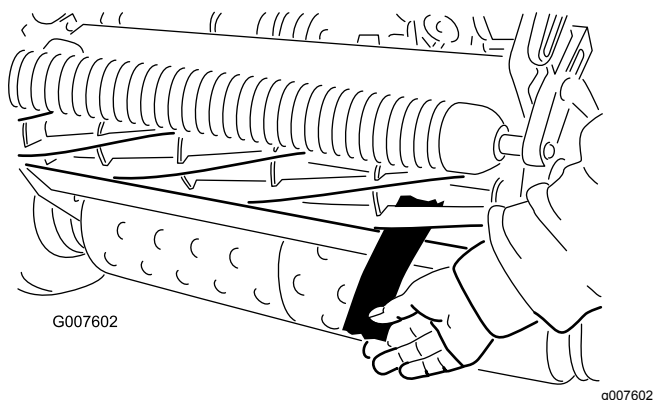

Figura 53
12. Teste o desempenho de corte inserindo uma fita comprida de desempenho de corte entre o cilindro e a lâmina de corte, perpendicular à lâmina (Figura 53). Lentamente rode o cilindro para a frente; deve cortar o papel.